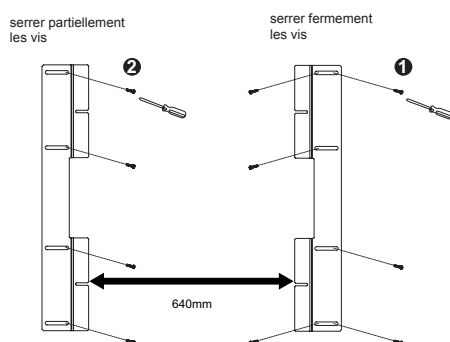

Figure 1
2.4.6 Aligner et accrocher le support au plafond en tenant compte de l'espace disponible au plafond pour monter l'appareil. Localiser la position du deuxième support (voir la Figure 1) et insérer partiellement les vis dans chaque trou du côté intérieur. Cela permettra à la console d'être emboîtée vers l'intérieur pour fixer l'unité.